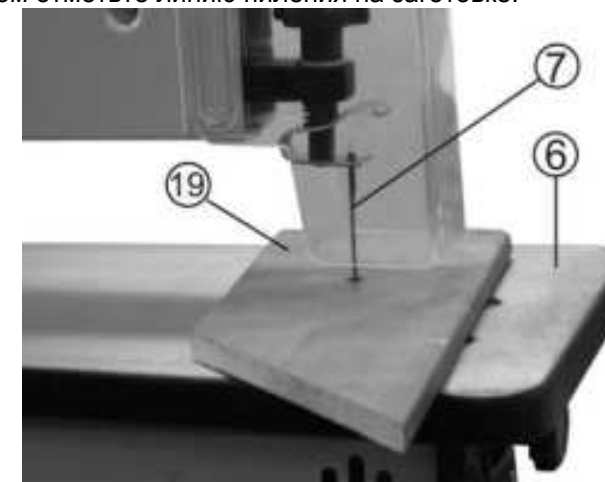

Рис. 8
11.2.3. Просверлите отверстие 6 мм в заготовке (19), в той части, которая будет выпилена, Рис.8.
11.2.5. Установите заготовку (19) на рабочий стол (6), Рис.8.
11.2.6. Вставьте пильное полотно (7) через просверленное отверстие, Рис.8.